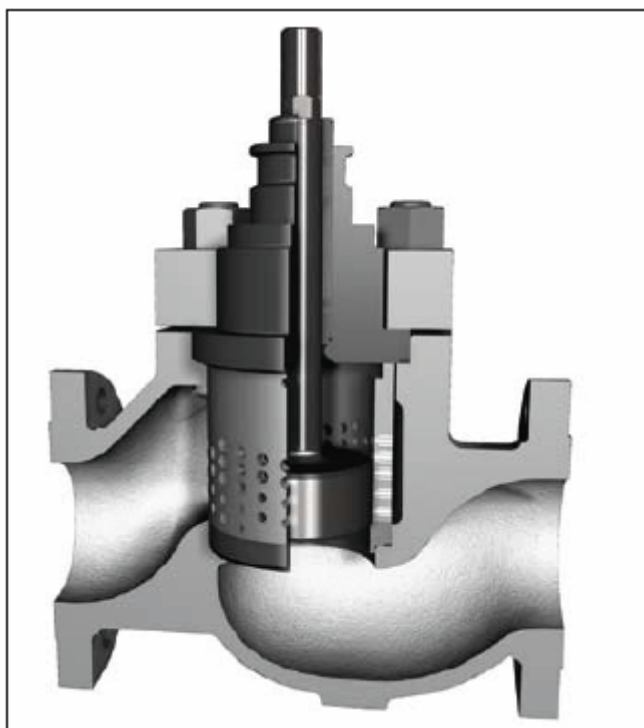

Рисунок 6. Клапан Mark One в сборе с затвором CavControl
- 8.1.1. В затворе CavControl стандартный держатель клапана Mark One заменяется держателем клеточного типа, в котором просверлены ступенчатые отверстия (см.рис. 6). Размеры запорного элемента и крышки отличаются размеров стандартных запорных элементов и крышки клапана Mark One. Сборка и разборка осуществляются по инструкции для стандартного клапана.